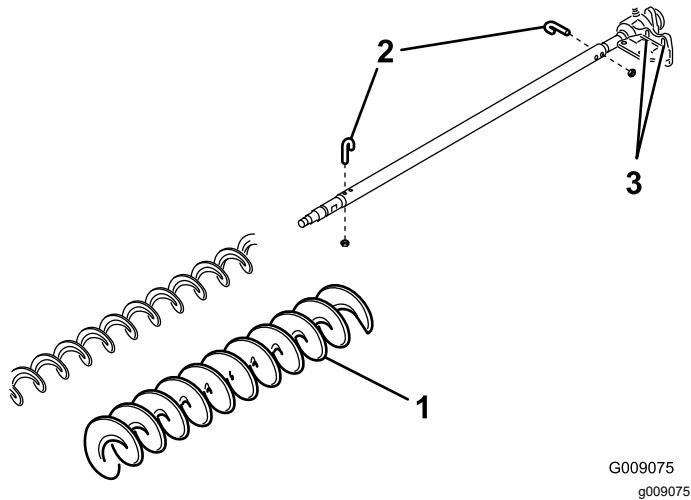

Figura 38
3. Remova os dois parafusos em J e porcas (Figura 38).
4. Deslize a escova existente para fora do veio da escova (Figura 38).
5. Desaperte os dois parafusos, anilhas e porcas que prendem a caixa de rolamentos da transmissão ao suporte de montagem da caixa de rolamentos (Figura 38).
6. Deslize a escova de corte de altura elevada para o veio da escova (Figura 38).
7. Prenda a escova ao veio com os dois parafusos em J e porcas previamente removidos (Figura 38).